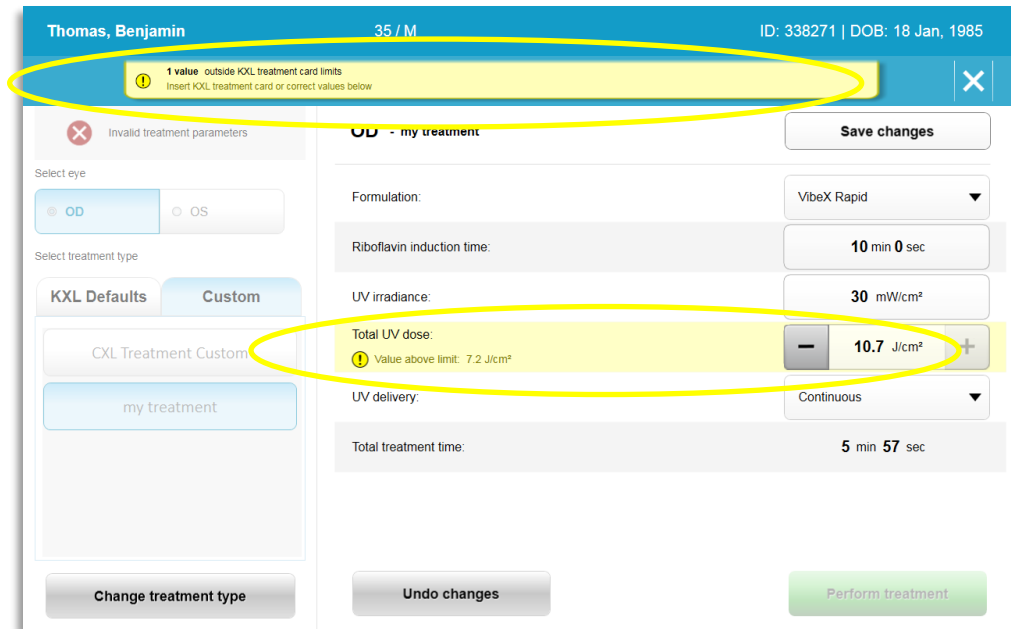

Abbildung 3-15. Ungültige Behandlungsparameter
- Wenn keine Behandlungen mehr auf der Karte verfügbar sind, fordert das System den Anwender auf, eine andere Karte einzustecken (siehe Abbildung 3-15).